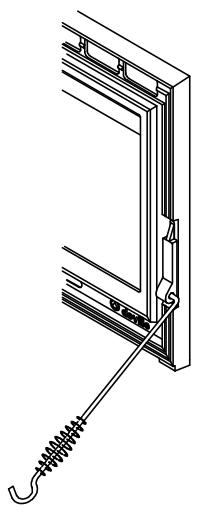

Fig. 6
- Verwijder sintels en as uit hot rooster met de sintel-schrapers (**Afb. 6**) ;